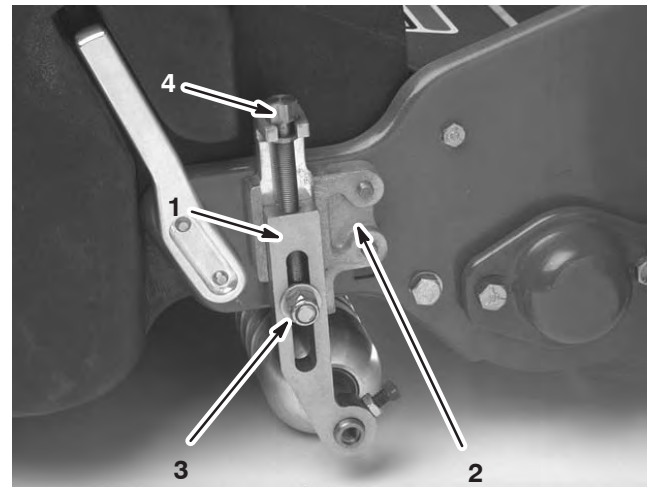

Bild 13
2. Lösen Sie die Sicherungsmutter, die die Schnitthöheneinstellarme zur Schnitthöheneinstellhalterungen festlegen (Bild 13).